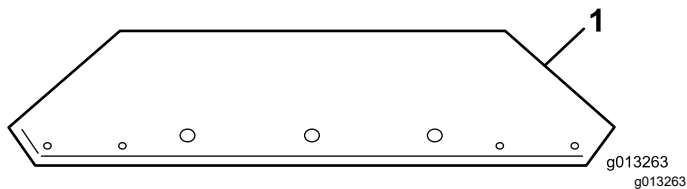
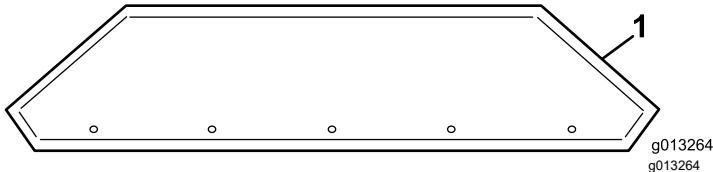

Bild 12
Bild 13
1. Nehmen Sie die Füllkastenverlängerungen aus der Kiste und identifizieren Sie vorne und hinten (Bild 12 und Bild 13).